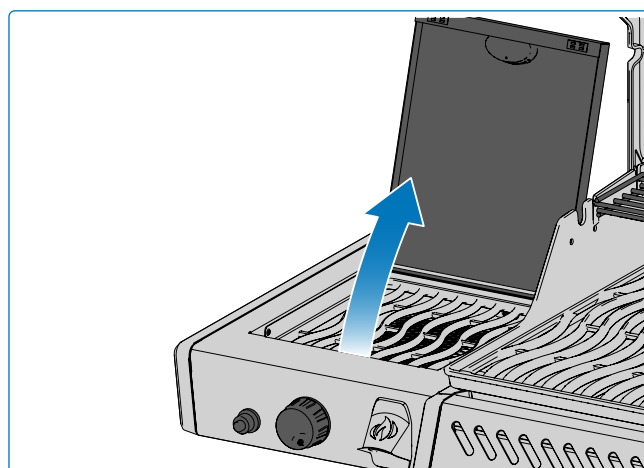

Fig. 10
1. Abra la tapa del quemador **(Fig. 10)**